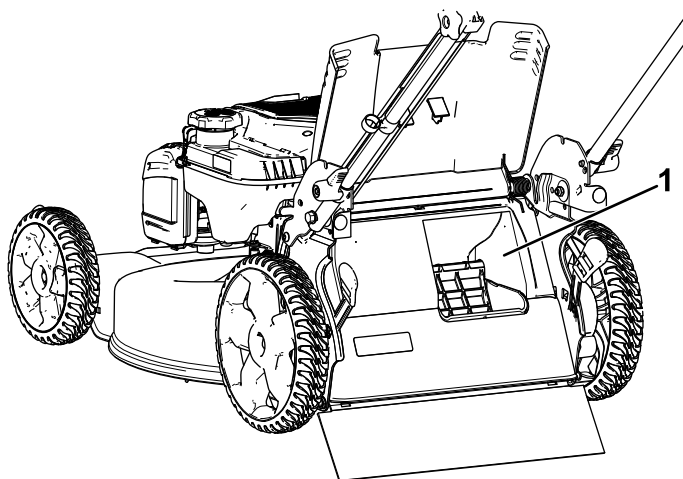

Figure 17
**Important:** Pour que le ramassage s'effectue correctement, coupez le moteur, attendez l'arrêt de toutes les pièces mobiles, puis enlevez les déchets d'herbe et autres qui se trouvent sur le volet de ramassage sur demande et l'ouverture (Figure 17) avant de